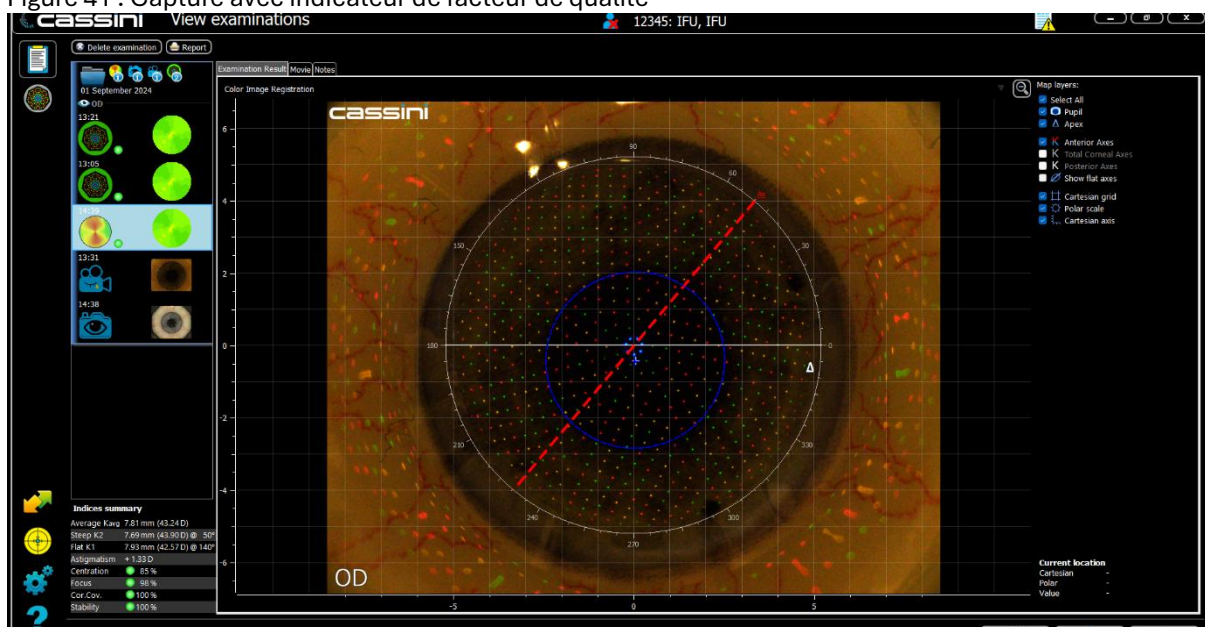

Figure 42 : Résultats Corneal Topography (vue 1-Up)
6. Cliquez sur « Accept » avec la souris, ou utilisez le joystick pour confirmer la mesure. Les résultats s'affichent, comme illustré à la Figure 42